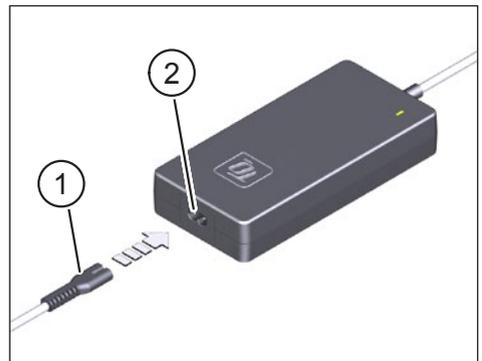

Fig. 1: Conecte el Charger a la fuente de alimentación
- ▶ Inserte el enchufe del dispositivo pequeño (Pos. 1 en Fig. 1) del cable de alimentación específico del país en la toma (Pos. 2 en Fig. 1) del Charger.